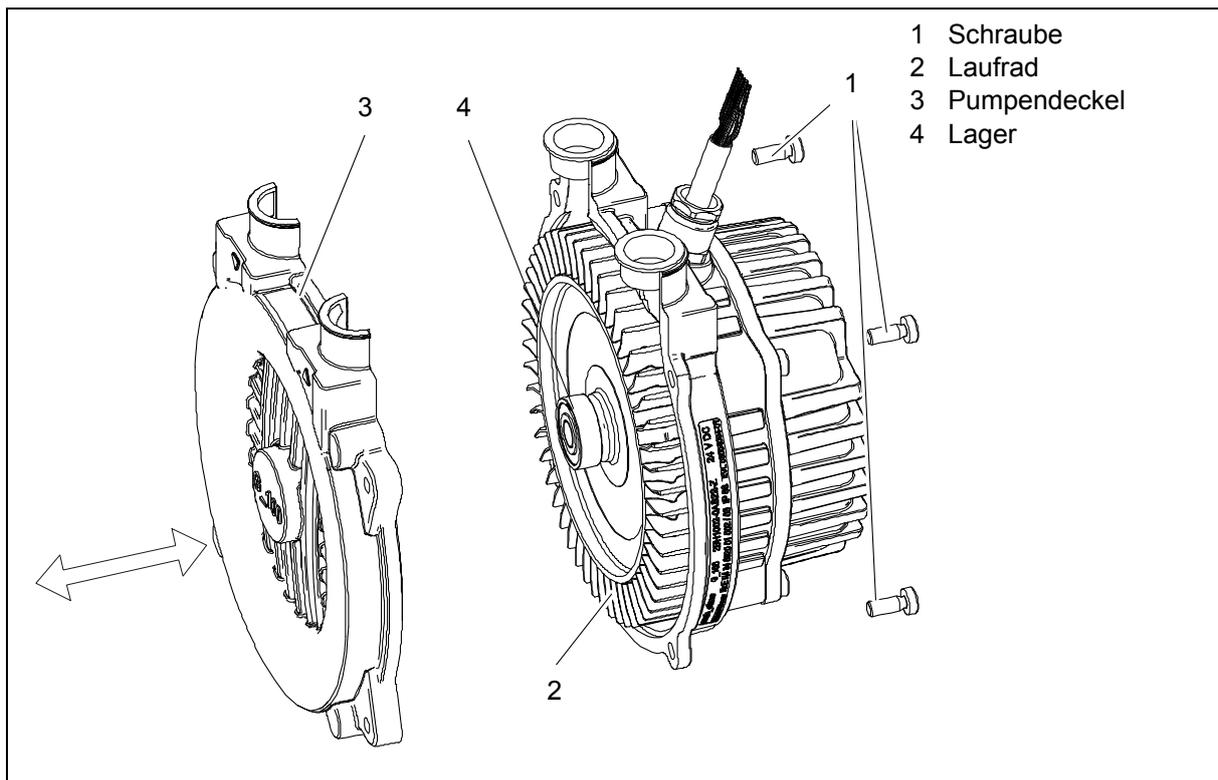

Fig. 9: Demontage/Montage des Pumpendeckels
- Hierzu siehe auch Fig. 9, Seite 21.